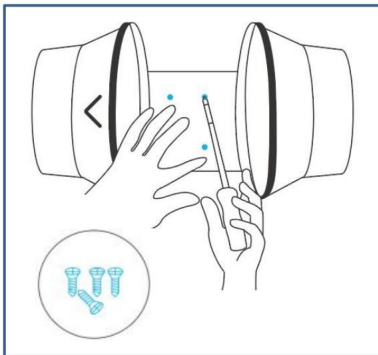

Fig.7.
3. Alignez les trous du support de bride avec les ancrages muraux. Vissez quatre vis à bois avec un tournevis ou une perceuse pour fixer le support de bride. Assurez-vous que sa flèche de flux d'air pointe dans la direction souhaitée. Voir la (Fig. 7.)